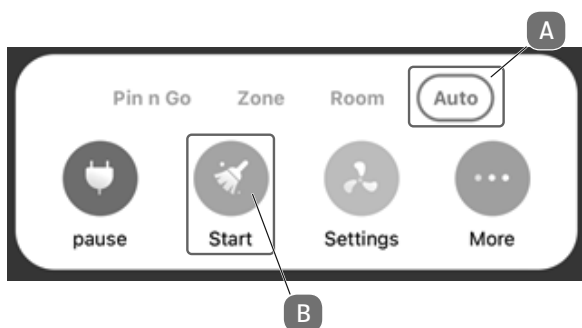

Fig. 14
- Pour créer une cartographie de vos pièces, le robot doit effectuer un parcours de reconnaissance. Pour ce faire, cliquez sur DÉMARRER (B) dans le MODE AUTO (A) comme illustré sur la **fig. 14**.